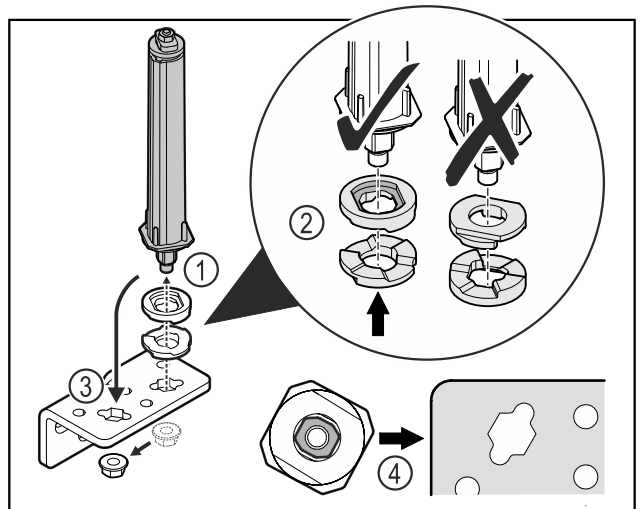

Fig. 52
- Відкрутити гайку і зняти систему запирання дверей Fig. 52 (1).
- Слідкувати за правильним розташуванням шайб для регулювання висоти Fig. 52 (2).
- Переставити систему запирання дверей у шарнірному кутику і зафіксувати гайкою Fig. 52 (3).
- Під час встановлення слідкувати за правильною орієнтацією системи запирання дверей Fig. 52 (4).